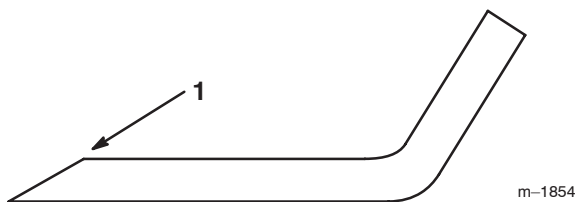

Figure 39
1. Au moyen d'une lime, aiguisiez les tranchants aux deux extrémités de la lame (Fig. 39) en veillant à conserver l'angle de coupe d'origine. Limez la même quantité de métal sur chacun des deux tranchants pour ne pas déséquilibrer la lame.